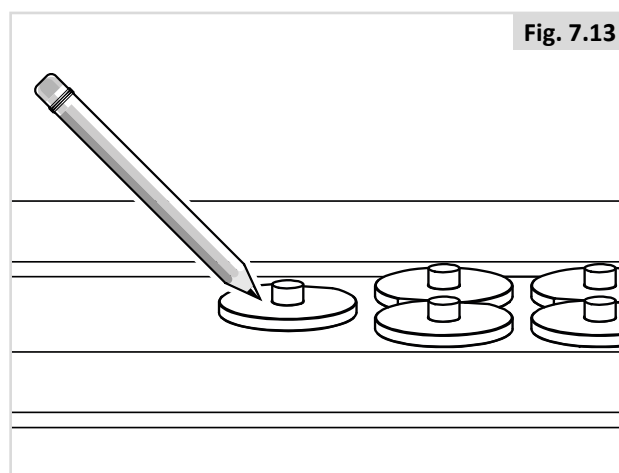

Fig. 7.13
4. Markeer waar de bouten afgezaagd moeten worden. (Fig. 7.13).